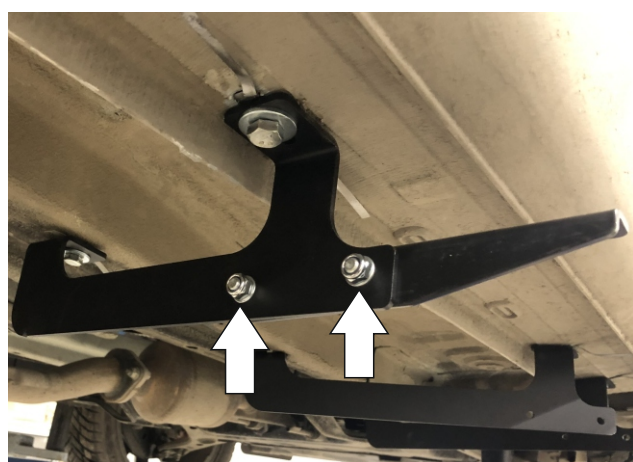

Рис. 5
5. Закрепить к установленным кронштейнам опоры порога, выбрав соответствующие приобретенной порог-площадке отверстия, используя болты M8x25 с шайбами 8, шайбами 8 гр. и гайками M8. (Рис. 5)